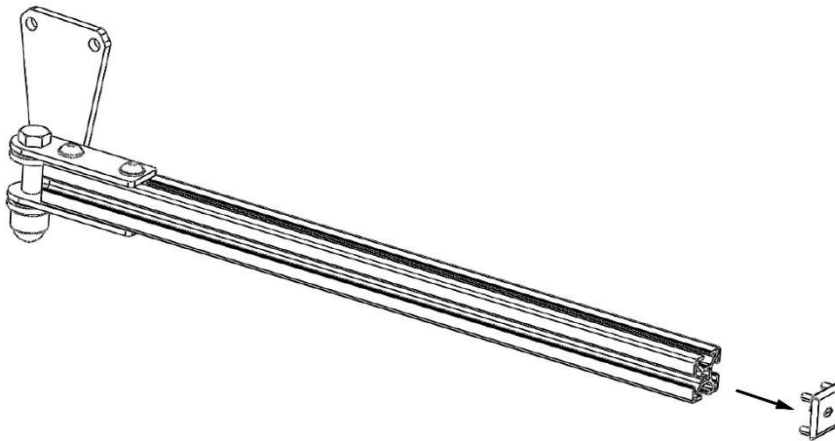

Figura 6
3. Rimuovere la copertura in plastica del braccio Add-On (**figura 6**). Utilizzare uno strumento in plastica per proteggere l'alluminio.